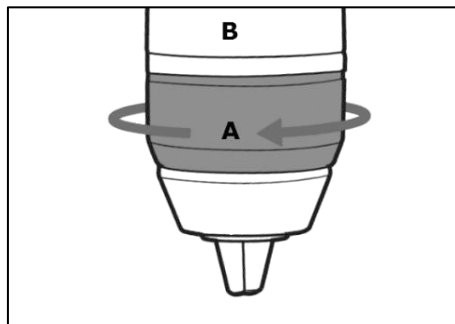

Рисунок 11.
Убедитесь, что сверло отцентрировано в сверлильном патроне. Удерживая патрон за неподвижное основание (B) (рис. 11), вращайте зажимное кольцо (A) по часовой стрелке для фиксации сверла или против – для ослабления зажима.